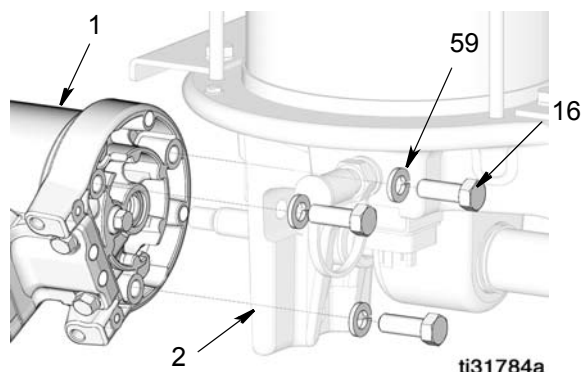

FIG. 15
5. Retirer les trois vis (16) et les rondelles (59) qui maintiennent le moteur pneumatique (1) sur la base de la pompe (2). Déposer le moteur pneumatique de la base de la pompe (FIG. 15).